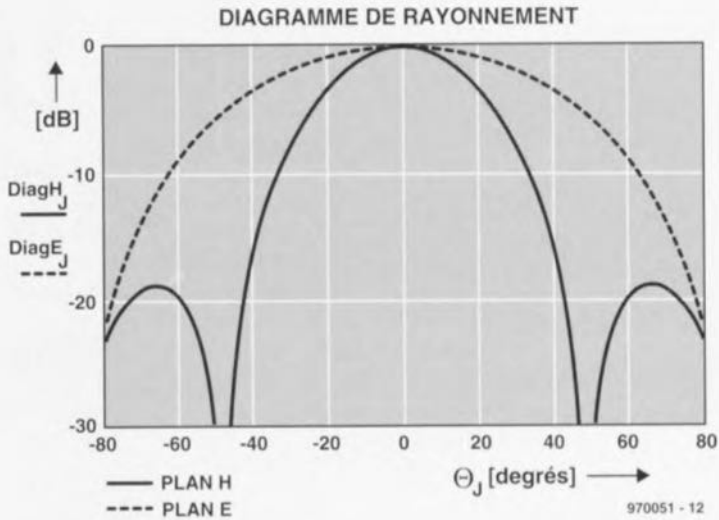

Figure 2. Graphes de rayonnement du MDU1000 dans les plans horizontal (H) et vertical (V).
Les graphiques de la **figure 2** donnent la répartition, dans les plans horizontal (H) et vertical (E pour *Elevation*), de la puissance émise. On notera que les niveaux de puissance indiqués sont relatifs, c'est-à-dire que le 0 dB du graphique correspond à la puissance maximale émise de +13 dBm. Les lobes latéraux dans le plan horizontal sont normaux pour un générateur de micro-ondes conçu pour rayonner largement dans la bande X, c'est-à-dire sans comporter de dispositif guide-onde WG16. Les angles -3 dB (demi-puissance) sont, pour les plans H et E, de 36 et 72° respectivement.